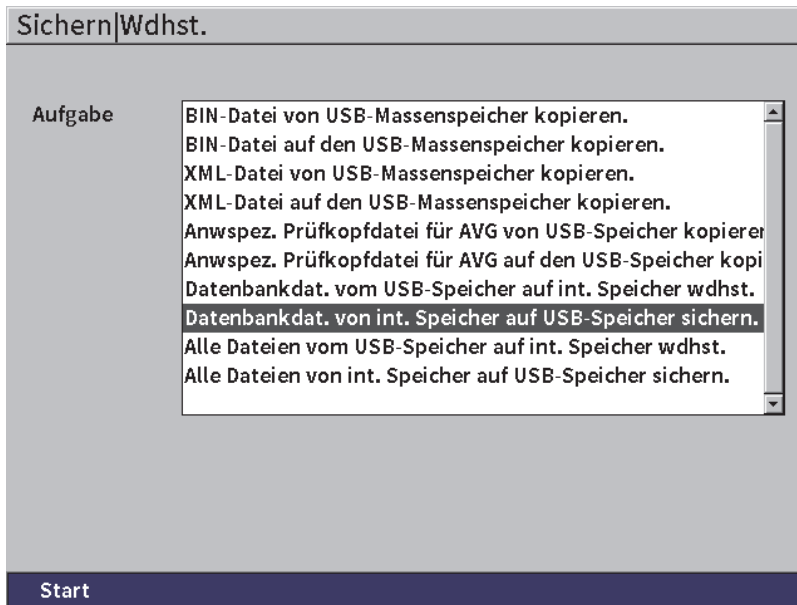

Abbildung 9-24 Konfigurationsfenster Sichern|Wdhst.
1. Öffnen Sie das Konfigurationsfenster **Sichern|Wdhst.** (siehe Abbildung 9-24 auf Seite 152).